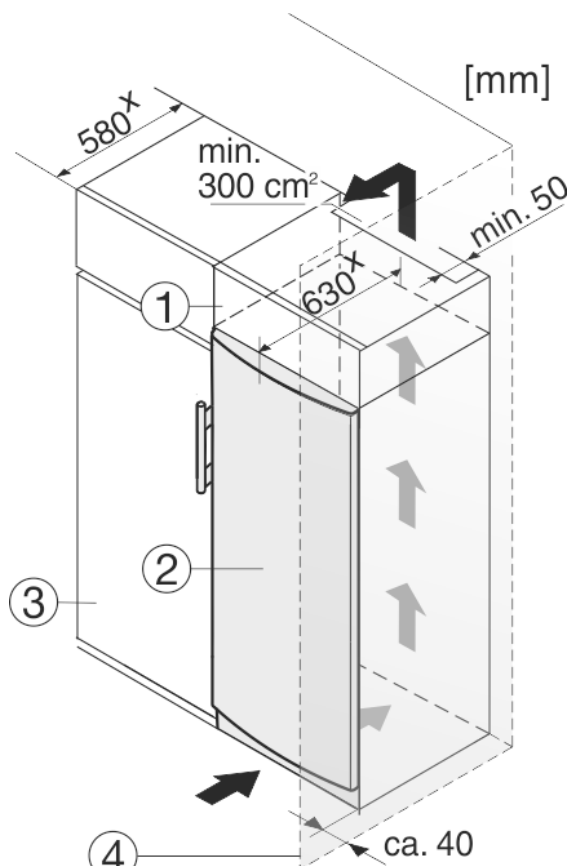

Fig. 9
- (1) Nástavbová skříň
- (2) Spotřebič
- (3) Kuchyňská skříň
- (4) Stěna
Spotřebič lze zabudovat do kuchyňských skříní. K vyrovnání spotřebiče *Fig. 9 (2)* na výšku kuchyňské linky lze na přístroj nasadit nástavec *Fig. 9 (1)*.
Při montáži do kuchyňských skříní (hloubka max. 580 mm) lze přístroj instalovat hned vedle kuchyňské skříně *Fig. 9 (3)*. Přístroj přesahuje přední stěnu kuchyňské skříně na stranách o 34 mm x a uprostřed o 50 mm x.
Když se přístroj instaluje závěsy vedle stěny *Fig. 9 (4)*, musí být vzdálenost přístroje od stěny alespoň 40 mm. To odpovídá přesahu madla při otevřených dveřích.